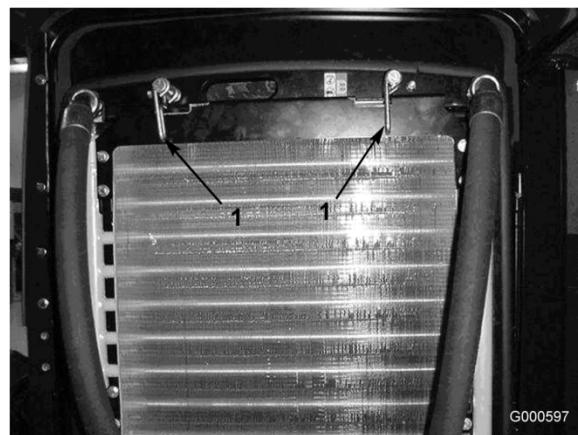

Figura 49
2. Gire los enganches (Figura 49) que sujetan el enfriador de aceite al bastidor.